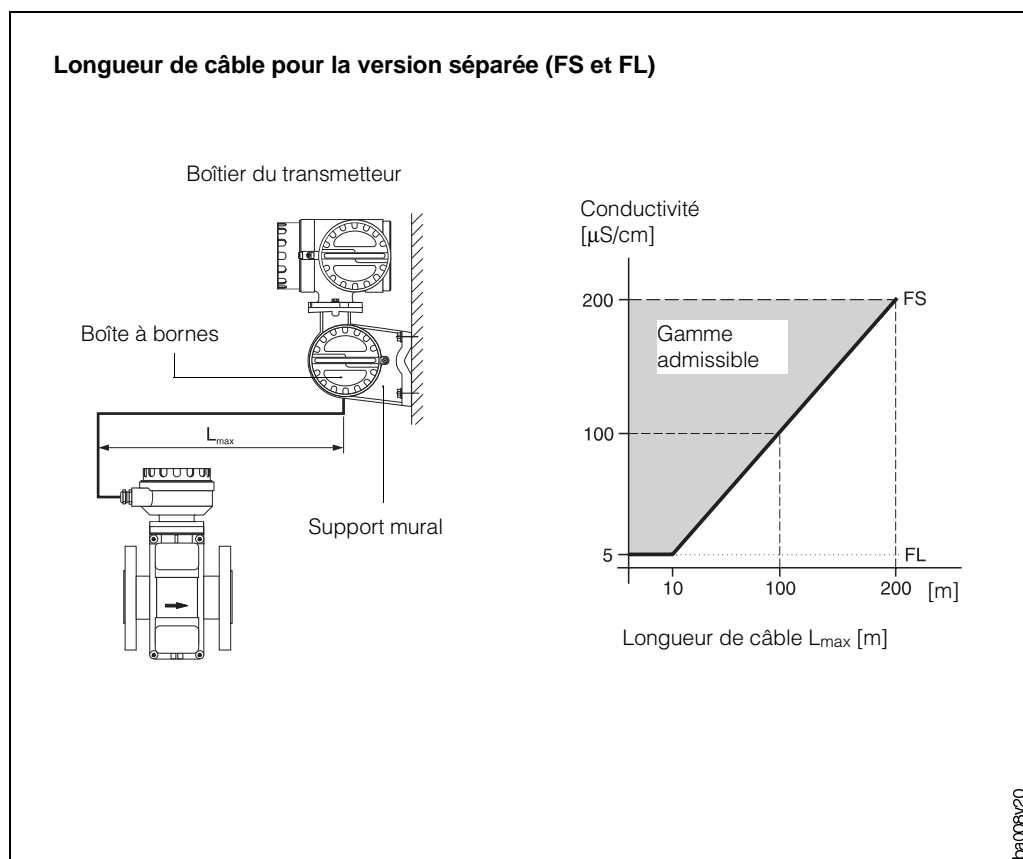

Fig. 24
- Lorsque la distance est > 10 m, la longueur de câble admissible L_{max} entre le capteur et le transmetteur dépend de la conductivité du fluide (fig. 24).